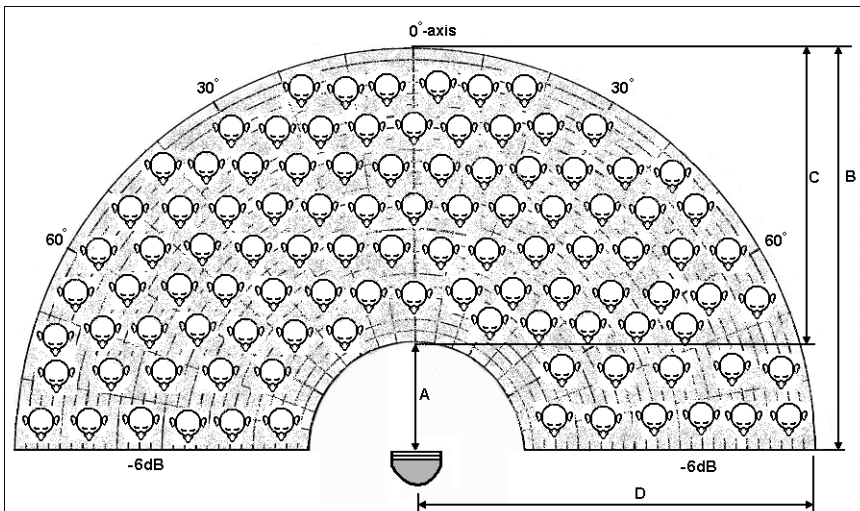
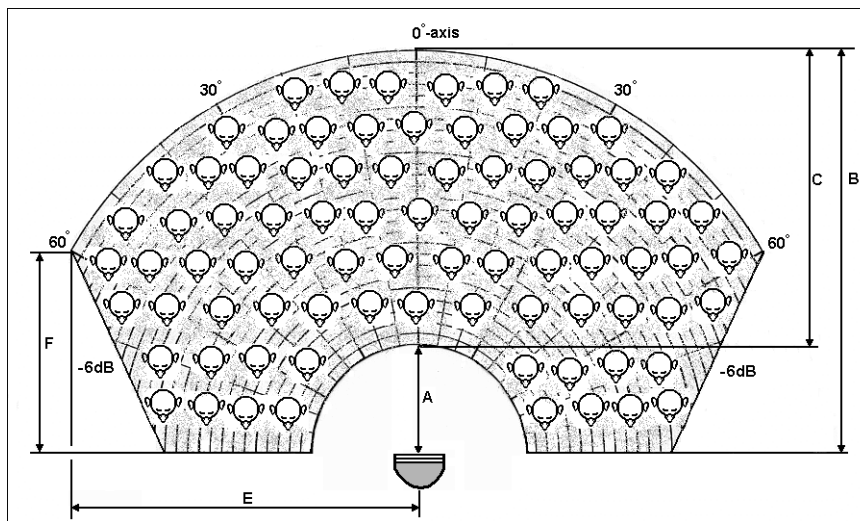

Figura 2: contorno de octava de 1 kHz de la columna
Figura 3: contorno de octava de 4 kHz de la columna
4. La figura 2 muestra el contorno de octava de 1 kHz irradiado por la columna y la figura 3 muestra la irradiación del contorno de octava de 4 kHz. El área de audición con un rendimiento acústico óptimo se encuentra en dichos contornos. Asegúrese de que el contorno de 4 kHz con las dimensiones obtenidas mediante el diagrama 1 cubre adecuadamente el área de audición deseada.